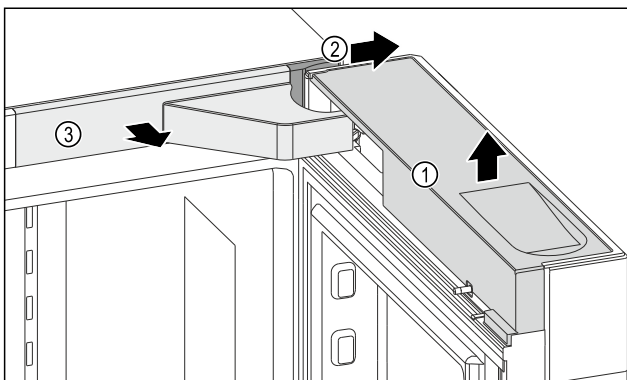

Fig. 11
- ▶ Rimuovere la copertura Fig. 11 (1).
- ▶ Rimuovere la copertura Fig. 11 (2).
- ▶ Rimuovere la copertura Fig. 11 (3).